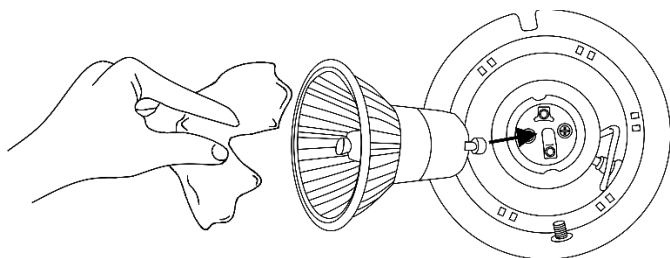

Fig. 05
- 04) Inserire la lampada (fig. 05).